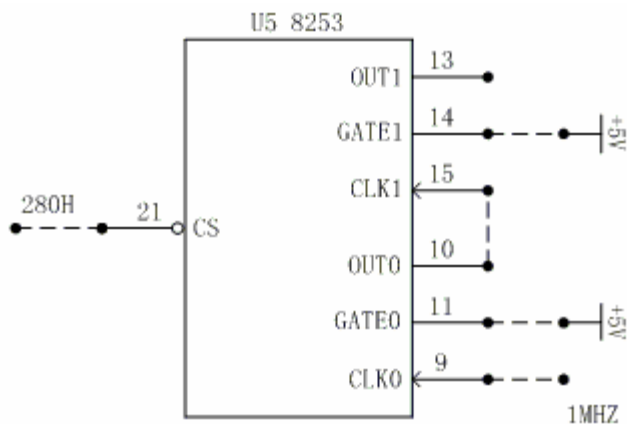

图3-3
- 3、按图3-3连接电路，将计数器0设置为方式3(方波)，计数器设置为方式2(分频)。实现计数器0的输出为方波，计数器1的输出是计数器0输出的分频波形。人机交互界面设计：实现在显示屏上提示输入计数器0(方波)的参数和计数器1(分频信号)的参数。如下所示：